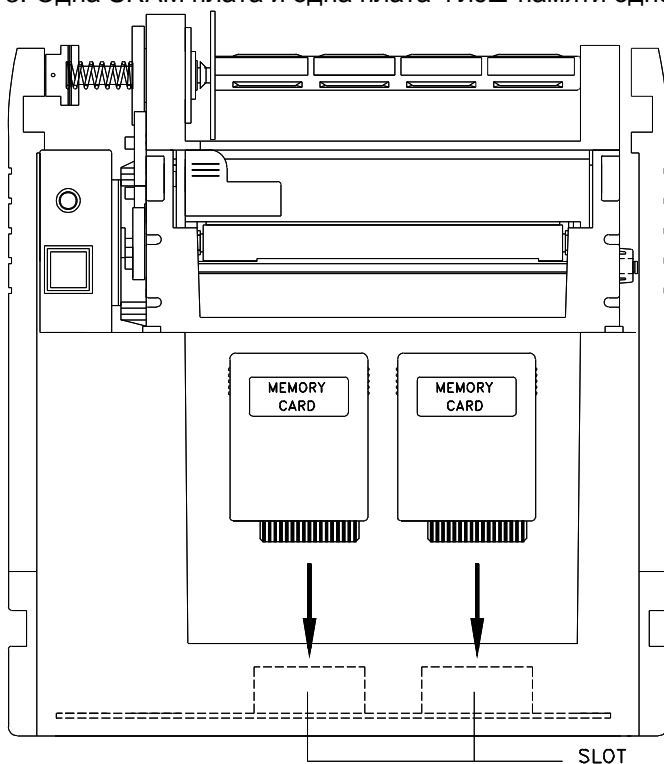

Рис.2.7.1
4. Пожалуйста обратитесь к следующей диаграмме, чтобы вставить плату с памятью в слот (ы). (См. рисунок 2.7.1)